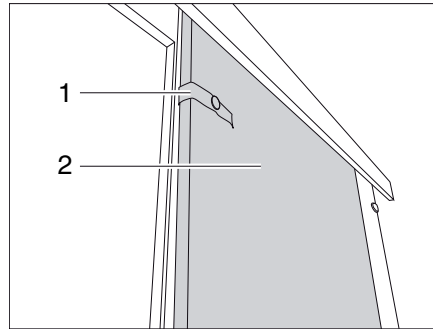

Bild 205 Schiebetür
- Das mit Sicherungsband (Bild 205,1) lösen.
- Schiebetür (Bild 205,2) in Schließstellung ziehen.
- Schiebetür (Bild 205,2) in die Öffnungsposition führen.
- Schiebetür mit dem Sicherungsband (Bild 205,1) befestigen.